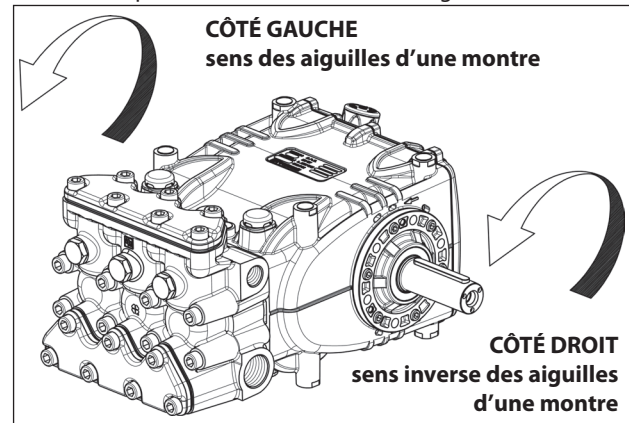

Fig. 5
En plaçant face à la tête de la pompe, le sens de rotation devra correspondre aux indications de la Fig. 5.
**N.B.** La version représentée sur la Fig. 5 est celle de droite.